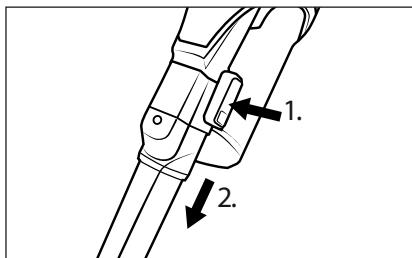

Fig. 15
- ◆ For at fjerne tilbehøret skal du trykke på oplåsningsknappen på tilbehøret og tage tilbehøret af sugerøret 23 eller af produktets sugeåbning (se fig. 15).